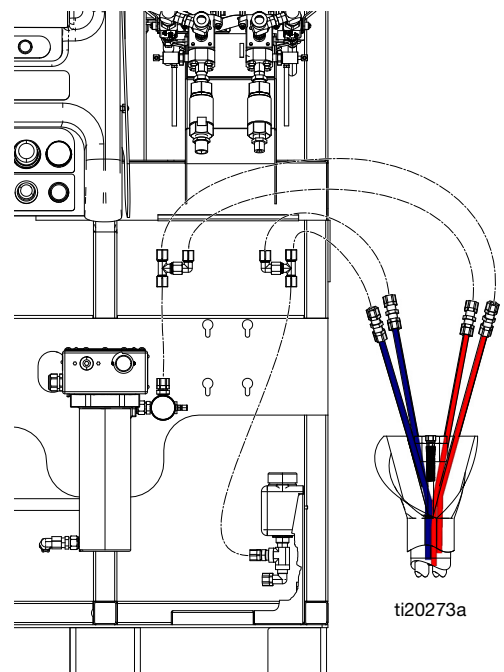

图 21
3. 将软管束中的两个红色管连接到机器前面红色管上的三通管。蓝色管也是这样连接。参见图 21。